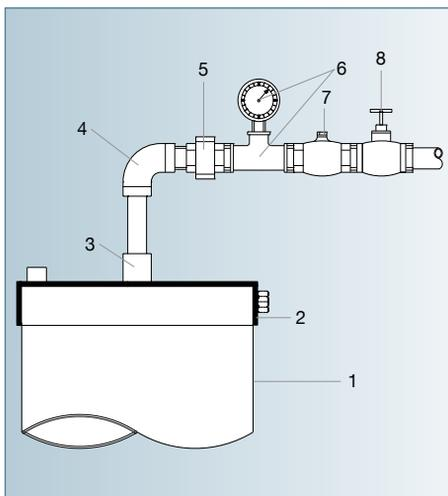

Figura 3: Detalhe do cabeçal de controle
- Independente do modelo da motobomba submersa, instale uma válvula de retenção no cabeçal de controle, conforme mostra a Figura 3.